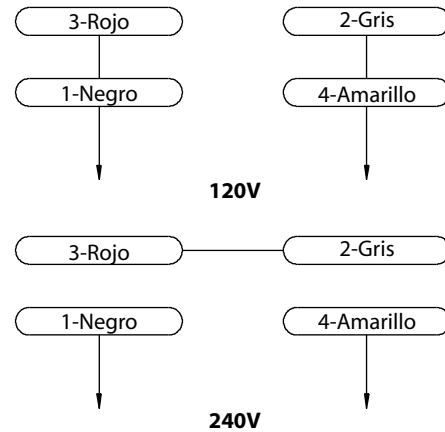

Figura 7 – Diagrama del Cableado
- El motor y el cable se instalan tal como se muestra en el diagrama de cableado (vea la Figura 7). El motor se instala con un cable de 3 conductores para funcionar a 120/240 voltios. El motor viene precableado de fábrica para funcionar a 120 voltios.